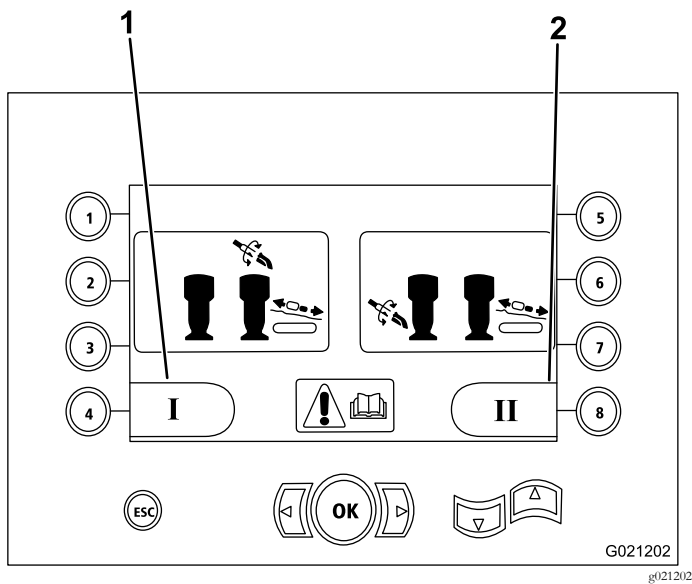

Bild 8
- Modus I: Die Bohrfunktionen liegen auf dem rechten Joystick und der linke Joystick dient zur Bedienung des Rohrladers und der Schlüssel (Bild 8).
Drücken Sie Taste 4, um diesen Modus auszuwählen (Bild 8).
- Modus II: Die Funktionen zum Bohren, der Schlüssel und des Rohrladers werden zwischen linkem und rechtem Joystick aufgeteilt (Bild 8).
Drücken Sie Taste 8, um diesen Modus auszuwählen (Bild 8).